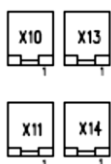

Рисунок 24
- 6 Выберите два свободных разъема для подключения новых элементов питания (X10 и X13 или X11 и X14, рисунок 24).